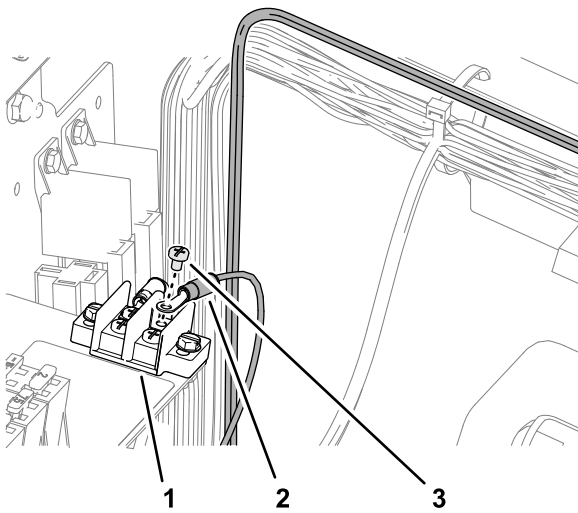

Bild 98
2. Entfernen Sie eine Klemmschraube vom Erdungsblock (Bild 98).
3. Befestigen Sie den Ringkabelschuh des Kit-Kabelbaums mit der Beschriftung GROUND [Erdung] mit der Klemmschraube am Erdungsblock (Bild 98).